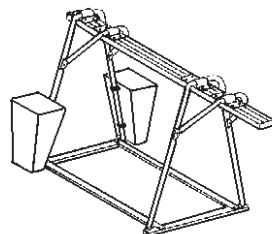

Fig.3
6. Introduisez dans chaque conteneur 310 kg de lest pour un total de 620 kg, pour un chevalet d'une portée maximale de 500 kg, puis fermez les conteneurs avec un couvercle et verrouillez-les (cf. fig.3). Il est absolument interdit de remplir les conteneurs de lestage avec du liquide.